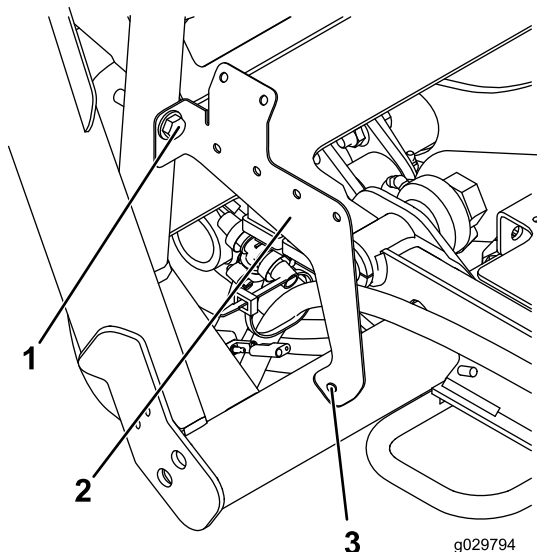

図 25
1. フレームにリレーブラケットを仮止めするボルト3/8 x 2 インチ、ワッシャ0.406 インチとナット3/8 インチを使用して 図 25 のように取り付ける。
2. 図 25 に指示されている箇所にマークを入れる。